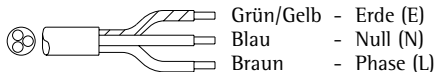

Abb. 4
- (Abb. 4) Bei 220V-240V 1 Phase/null mit Steckeranschluss
- (Abb. 4) Bei 220V-240V 1 Phase/null (3-adriges Kabel)
Zu Abbildung 4 ist zu bemerken:
Das 3-adrige Stromkabel (Abb. 4) besitzt folgenden Adercode: